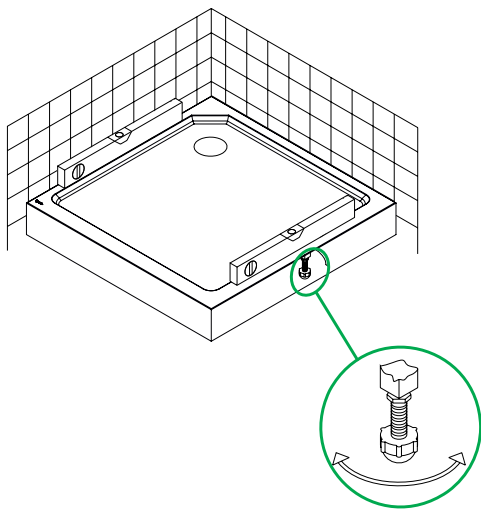

Рис. 3 / 3-сур.
1. Установите поддон в горизонтальном положении, используя уровень и регулировку ножек поддона (рис. 3).